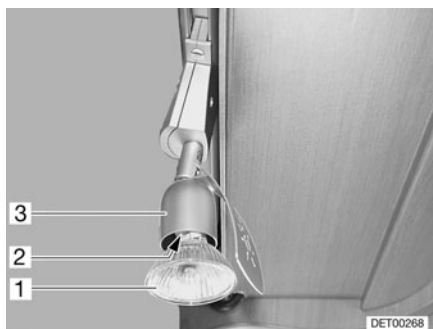

Fig. 163 Foco (con antideslumbrante)
- Extraer la bombilla halógena (Fig. 163,1) del portalámparas (Fig. 163,3) o desenroscar la bombilla.
- Introducir una nueva bombilla halógena entre las dos agujas flexibles (Fig. 163,2) del portalámparas o enroscar una bombilla.